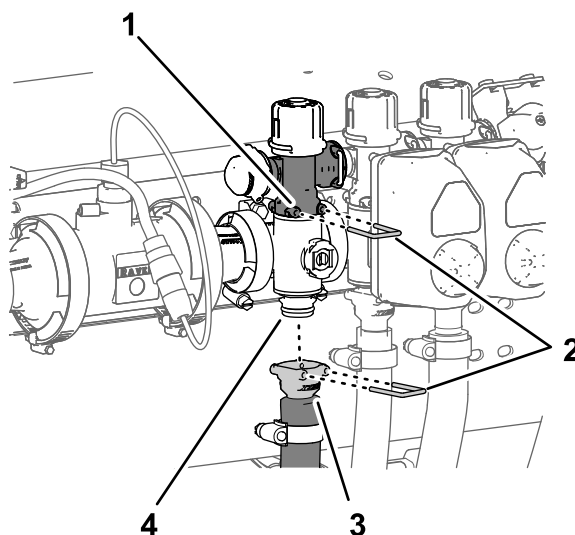

Figure 116
- Retirez l'étrier qui fixe le raccord rapide du flexible d'alimentation de section au collecteur et l'étrier qui fixe le raccord rapide de la valve du collecteur de section (Figure 116).
- Retirez l'étrier qui fixe le raccord rapide de la vanne de dérivation de section à la vanne de section du collecteur (Figure 116).